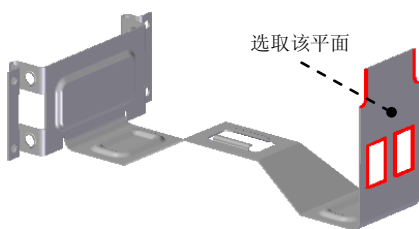

图 8.11.61 法向除料特征 7
(4) 定义弯边属性及参数。单击“弯边选项”按钮, 取消选中 ☐ 使用默认值* 复选框, 在其 **折弯半径 (R)** 文本框中输入值 5.0, 单击 **确定** 按钮。
(5) 单击 **完成** 按钮, 完成特征的创建。
Step29. 创建图 8.11.61 所示的法向除料特征 7。
(1) 选择命令。在“主页”功能选项卡“钣金”工具栏中单击 **打孔** 按钮, 选择  法向除料命令。
(2) 定义特征的截面草图。
① 选取草图平面。在系统 **单击平的面或参考平面。** 的提示下, 选取图 8.11.61 所示的模型表面为草图平面。